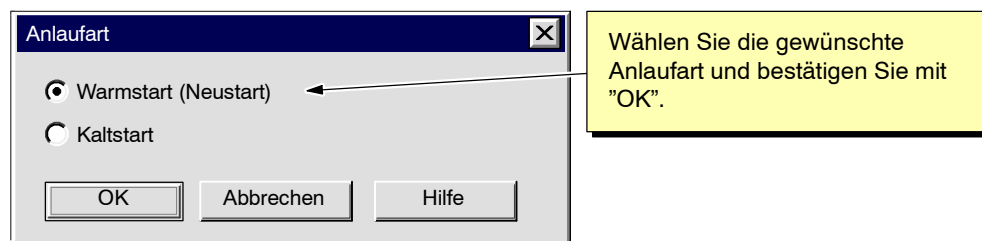

Bild 4-8 Auswählen von Kaltstart oder Warmstart
- Wenn Sie den Betriebszustand mit einem der Menübefehle (**CPU > RUN** oder **CPU > RUN-P**) wechseln, zeigt WinLC RTX das Dialogfeld "Anlaufart" an, in dem Sie Warm- oder Kaltstart angeben können. (siehe Bild 4-8). Wählen Sie die gewünschte Anlaufart aus und bestätigen Sie mit "OK".